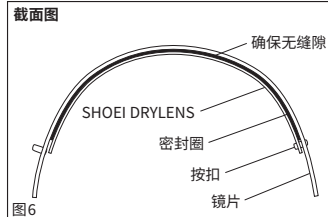

图6
3 Montera visiret på hjälmen. Kontrollera att förseglingen på SHOEI DRYLENS sluter tätt runt visiret enligt bild 6. Om det finns ett glapp mellan linsen och visiret, justera placeringen av linsen med hänvisning till "Justera SHOEI DRYLENS-linsen" nedan.
- 将镜片安装在头盔上，确认SHOEI DRYLENS的密封圈周边与镜片全部密合(图6)。如果有缝隙，请参照以下“SHOEI DRYLENS的调整”的内容进行调整。